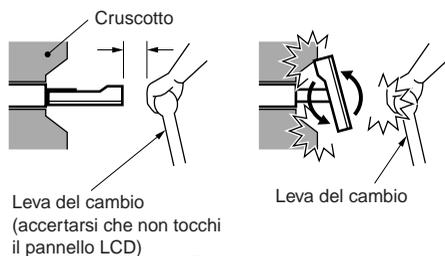

Figura 2
2. Questo modello viene usato per il pannello LCD estraibile (sistema shell loading). In alcuni tipi di auto il pannello LCD può venire a contatto con il cruscotto o con la leva del cambio. In tal caso non può essere montato. Accertarsi che l'apparecchio non intralci l'azionamento della leva del cambio prima di scegliere la posizione per il montaggio. (Figura 2)